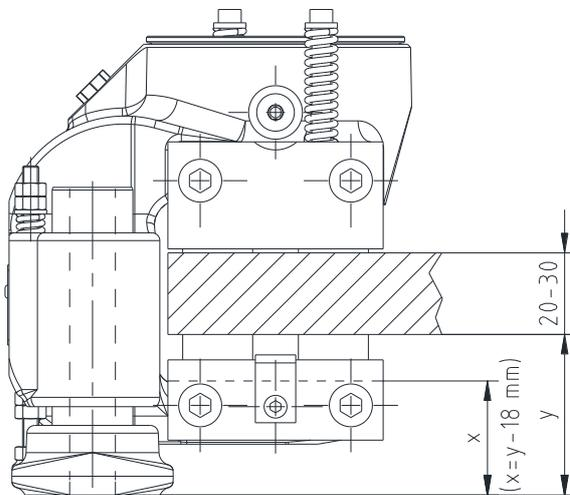
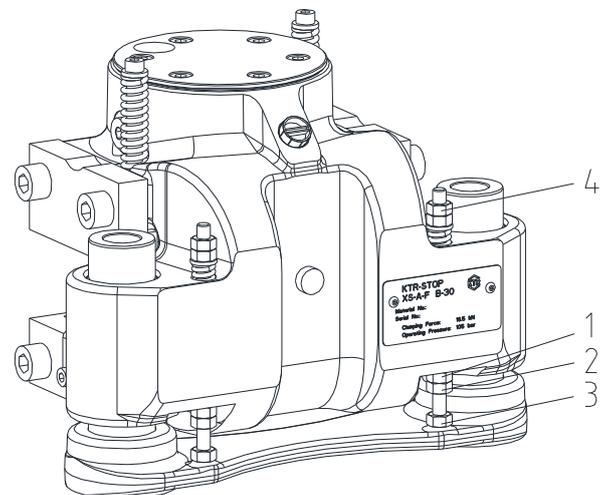

Bild 20: Einstellung Spalt
Bild 21: Einstellung Zentrierungssystem
- Kontern Sie den Bolzen mit der in Bild 21 mit 3 markierten Sechskantmutter.
- Stellen Sie den Spalt zwischen Bremscheibe und Bremsbelag auf 0,5 mm bzw. auf den geforderten Wert x (siehe Bild 20) ein, indem Sie die in Bild 21 mit 1 markierte Sechskantmutter in die Richtung nach oben oder unten schrauben.
- Kontern Sie die Sechskantmutter mit der in Bild 21 mit 2 markierten Sechskantmutter.
- Die Druckfeder muss 5 mm vorgespannt werden. Kontern Sie die Sechskantmutter mit der in Bild 21 mit 4 markierten Sechskantmutter.